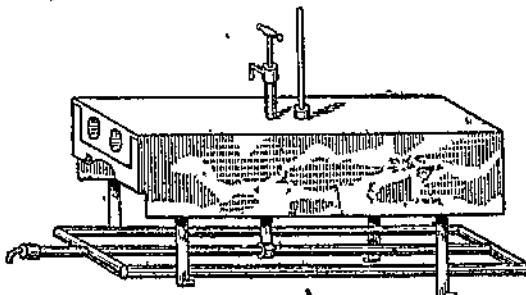

Рис. 77. Печь для нагревания трубок.
3. Взяв в левую руку толстостенную железную муфту, закрытую с одной стороны, держа ее в несколько наклонном положении, осторожно вкладывают в нее запаянную стеклянную трубку так, чтобы узкая часть последней была обращена к открытому концу муфты. После этого помещают предохранительную муфту с трубкой в особую печь открытым концом вперед (рис. 77). В тубус печи предварительно должен быть вставлен при помощи обыкновенной пробки, завернутой в асbestosовую бумагу, термометр, шарик которого должен быть на 1 см ниже основания тубуса. Теперь, зажигая горелки, приступают к нагреванию.